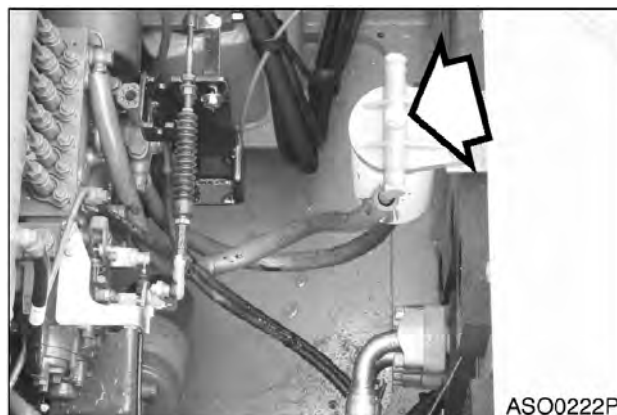

Рис. 65
1. Ослабить заглушку (рис. 65) сверху на головке топливного фильтра.